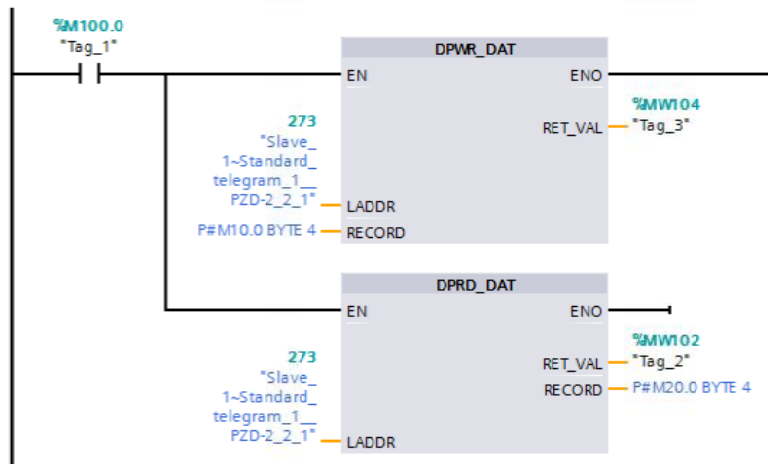

图 3-1 S7-1200 编程
(3)在 S7-1200 中需调用“ SFC14(DPRD_DAT)”和“ SFC15(DPWR_DAT)”系统功能块，如图 3-1 所示。